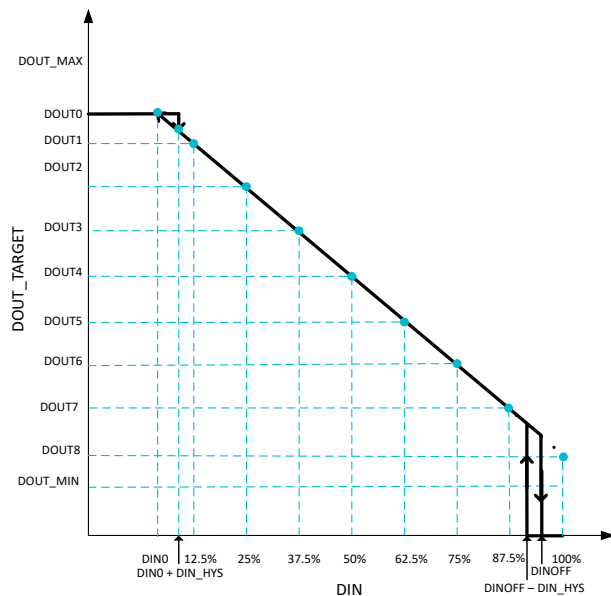
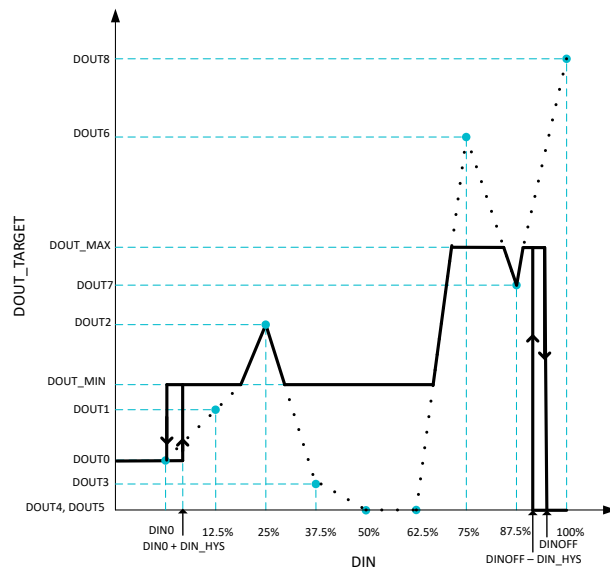

图 6-4. 占空比曲线 — 负斜率
图 6-5. 占空比曲线 — 混合斜率
- **DOUTx** : DOUTx 在输入占空比的固定间隔处设置输出占空比。DOUT1 设置在 $DIN = 12.5\%$ 时的目标输出占空比，DOUT2 设置在 $DIN = 25\%$ 时的目标输出占空比，依此类推，直至 DOUT8 设置在 $DIN = 100\%$ 时的目标输出占空比。DOUTx 可用于配置正斜率占空比曲线，如占空比曲线所示。DOUTx 也可用于配置负斜率，如图 6-4 中所示。DOUTx 也可用于配置混合斜率 (正、负和零斜率) 占空比曲线，如图 6-5 所示。